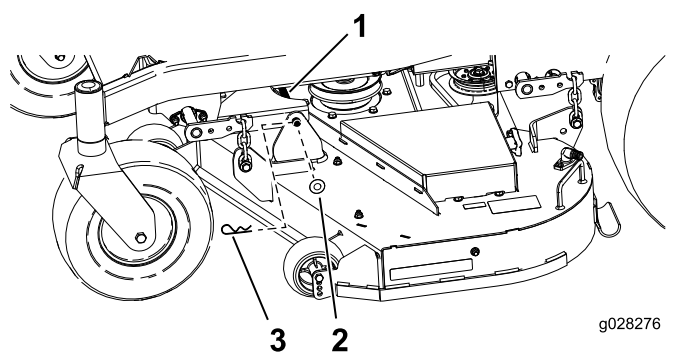

Figura 73
1. Rimuovete la coppiglia e la rondella che fissano il perno d'attacco al telaio e al piatto e rimuovete la barra d'attacco (Figura 73).
9. Fissate il perno d'attacco con le coppiglie e le rondelle rimosse in precedenza (Figura 73).